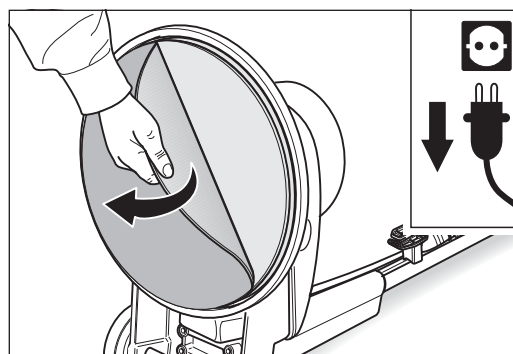

Fig. 17 Extracción de la lámina abrasiva velcro desgastada.
- 5 Retire la lámina abrasiva velcro desgastada del anillo fijador de velcro del plato portaabrasivos (fig. 17).